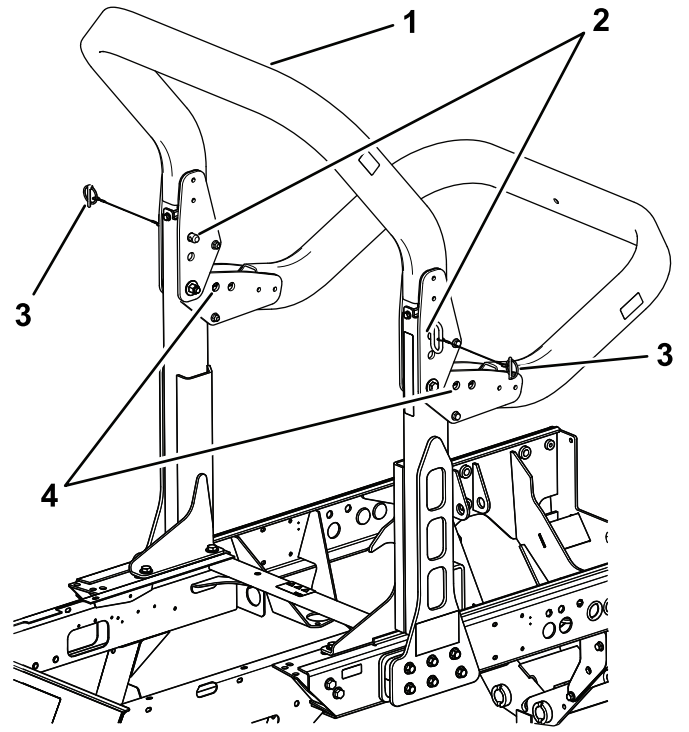

図 73
2. ROPSの上部フレームを支えておいて、ピボットブラケットからスナップピンとクレビスを外す(図 73)。